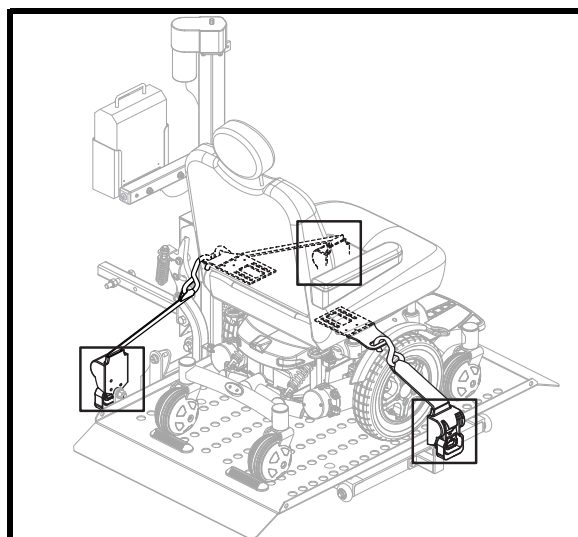

Figure 16. Fixation des courroies d'ancrage rétractable
- Tirez sur la courroie pour la dégager et fixez-la sur l'onglet d'ancrage. **Voir la figure 16.**